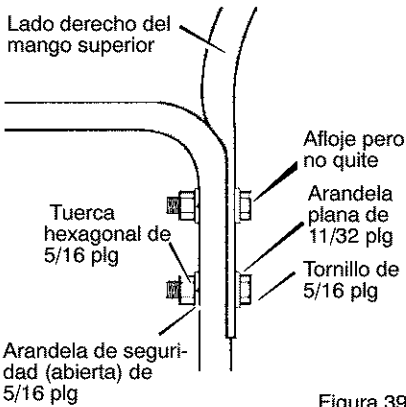

Figura 39
3. Afloje pero no quite los tornillos, arandelas planas, arandelas de seguridad y tuercas hexagonales que se encuentran en los agujeros superiores del mango inferior. Vea la Figura 39.